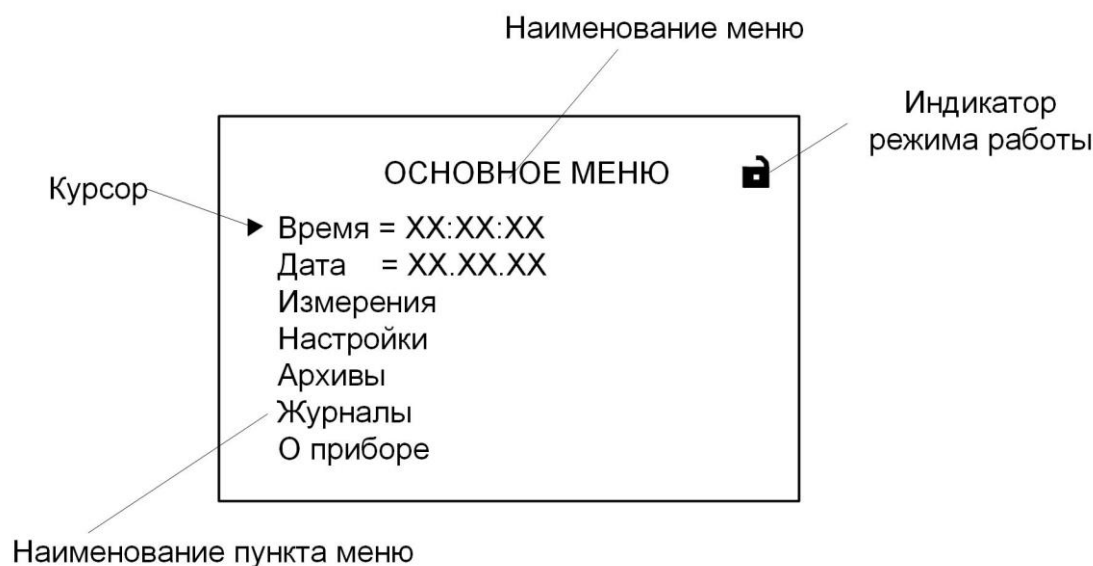

Рисунок 13 - Вид основного меню расходомера.
- 4.1.3 Окно индикации меню (рисунок 13) содержит: